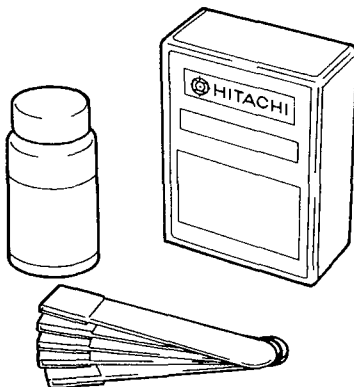

Abb. 2
- (1) Kopfreinigungssatz (Abb. 2)